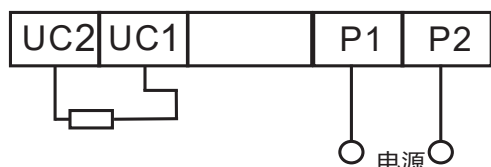

图4 欠电压脱扣器接线图
5.4.2.2 当电源电压下降到欠电压脱扣器额定工作电压的70%~35%范围之内,欠电压脱扣器能可靠地分断断路器;当电源电压低于欠电压脱扣器额定工作电压的35%时,欠电压脱扣器能防止断路器闭合;当电源电压高于欠电压脱扣器额定工作电压的85%时,欠电压脱扣器能保证断路器可靠闭合。见接线图4。